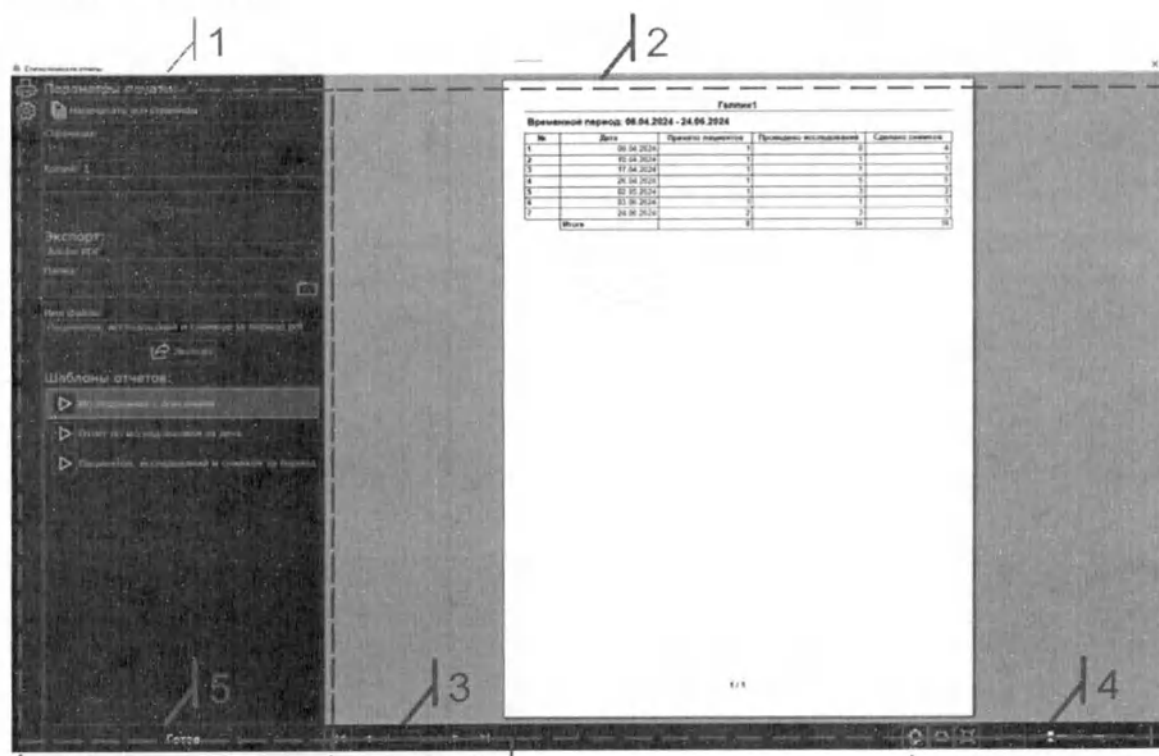

Рис. 139 Внешний вид окна "Статистические отчеты"
работает с шаблонами статистических отчетов. Шаблоны создаются заранее и выбираются из списка. В окне предварительного просмотра отображается макет документа в зависимости от выбранного шаблона (Рис. 139 Внешний вид окна "Статистические отчеты").
- Запустится модуль «Статистические отчеты» (Рис. 139 Внешний вид окна "Статистические отчеты");